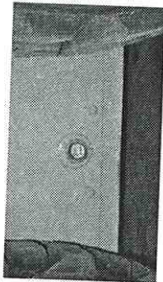

Figura 34 Ubicación del tapón de llenado y comprobación
2. Quite el tapón de llenado y comprobación (Figura 34) de cada cubierta de los cárter de cadenas. El nivel del aceite debe estar al nivel del tapón y no por debajo de 6 mm (1/4 pulg.) de este.